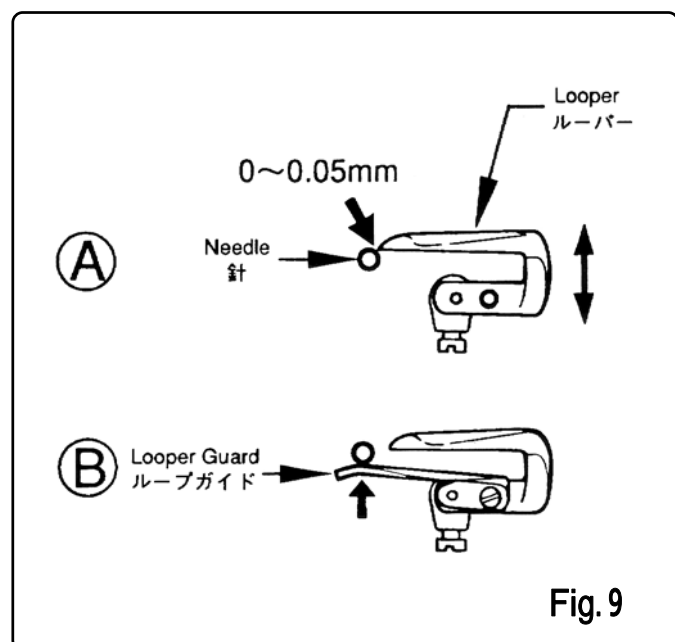

Fig. 9
Adjust the Loooper so that the Loooper point will lightly touch the Needle concave as it passed behind the Needle 0-0.05mm. (Fig.9 A)
f) Loop Guide Setting (Fig.9 B)
ルーパ-が前進して針の後ろを通過する時、針のえぐり部とルーパ-の間隔は 0~0.05mm に調整してください。(Fig.9 A)
f) ループガイド(Fig.9 B)